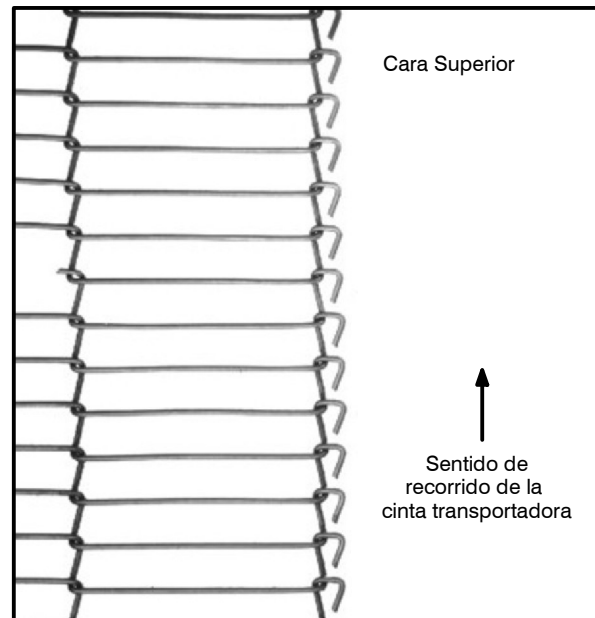
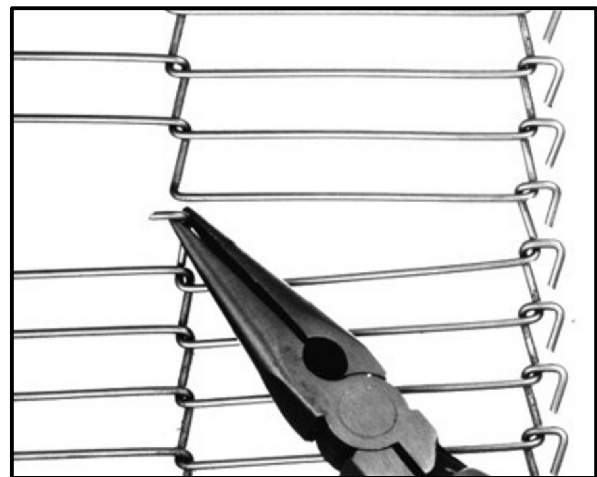

Figura 7
Figura 13
4. Instala la correa transportadora en el motor. Vea la Figura 7 a la Figura 13